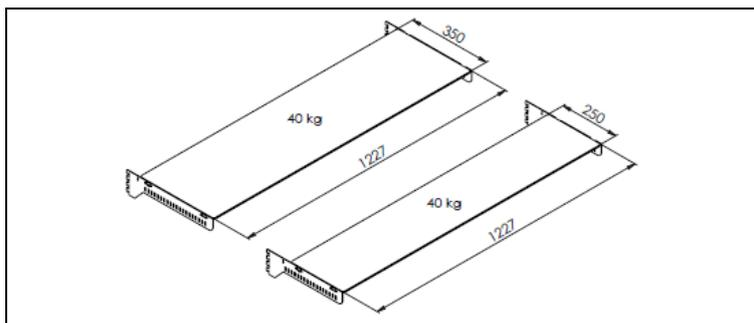

Figura 7: Prateleiras de vidro 1227x350 mm e 1227x250mm utilizadas nos MFPE, MFPN, MFPR-1250/2500.
- 3 - A mercadoria a ser exposta deve ser uniformemente distribuída pela prateleira. A carga indicada máxima distribuída para as prateleiras de 1227x350 mm e 1227x250 mm é de 40 kg conforme figura 7, para as prateleiras de 915x350 e 915x250mm a carga máxima distribuída é de 30 kg conforme figura 8.